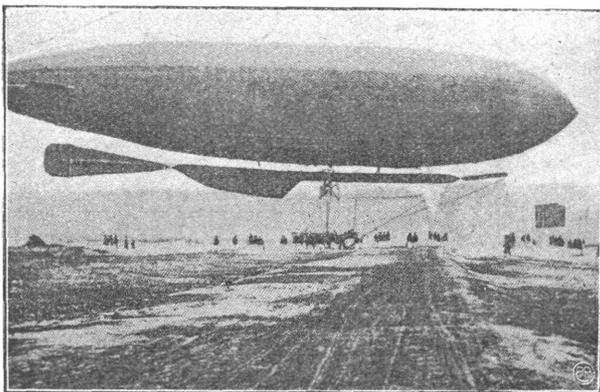

Fig. 11. — Dirigibile militare tedesco (1909); tipo Gross.
*Dirigibile Gross.* — Nello stesso tempo il maggiore Gross costruiva un pallone press'a poco delle stesse dimensioni, ma col volume di 4500 m.3, con due palloncini ad aria, pisciforme, con due motori della stessa forza, ma comportante una trave triangolare in tubi d'acciaio, rivestita di stoffa, con un lungo timone indietro. La trave è separata in tre parti distinte (fig. 11). Anche la velocità costatata fu la stessa, ma la trave doveva evidentemente assicurare una maggiore stabilità. Il Gross, come dicemmo, attaccò nella stampa il conte Zeppelin per plagio del pallone Schwarz col quale non aveva nulla di comune che l'impiego, infinitamente più razionale, dell'alluminio.